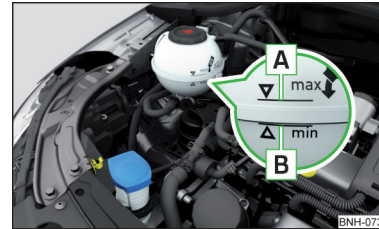

Abb. 234
Kühlmittelstand prüfen - der Kühlmittelstand muss zwischen den Markierungen **A** und **B** liegen » Abb. 234. Liegt der Kühlmittelstand unterhalb der Markierung **B**, das Kühlmittel nachfüllen.
Die **Spezifikation** des Kühlmittels ist auf dem Kühlmittelausgleichsbehälter aufgeführt » Abb. 234.
- Das Kühlmittel nicht über die Markierung **A** auffüllen » Abb. 234. Das Kühlmittel könnte bei Erwärmung aus dem Kühlsystem gedrückt werden - es besteht die Gefahr einer Beschädigung der Motorraumteile.